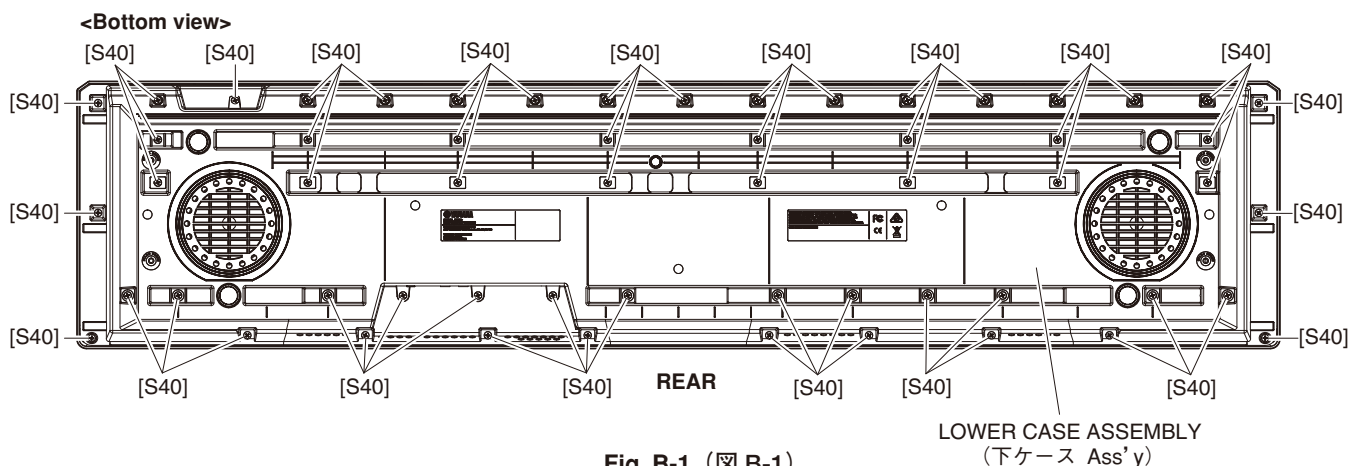
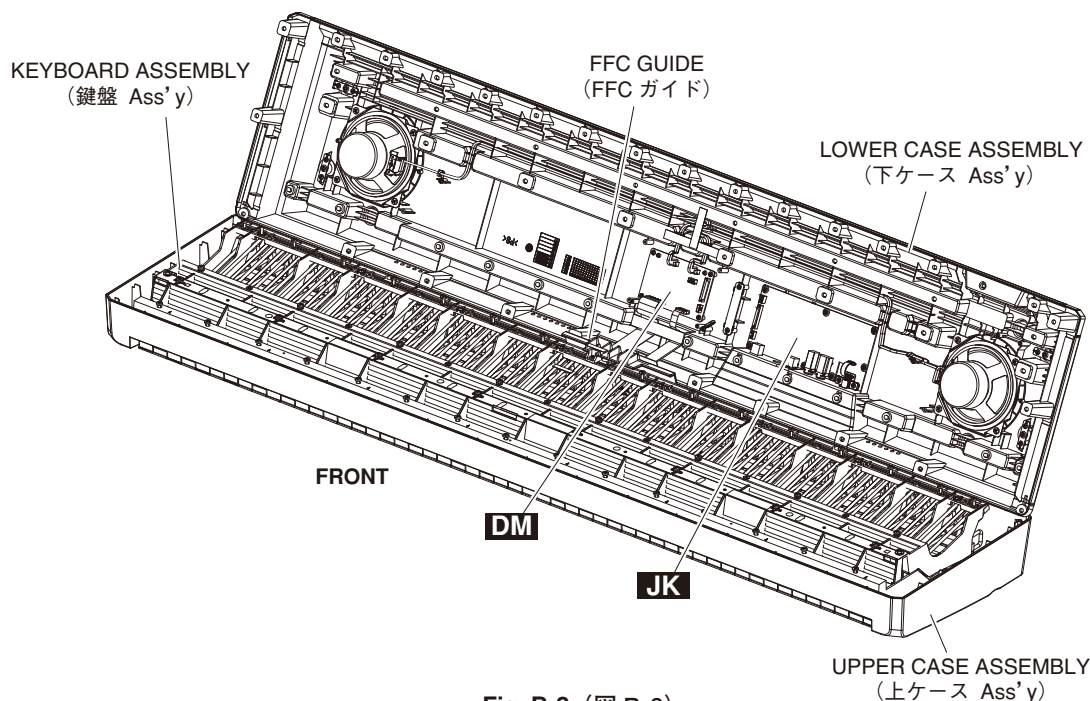

Fig. B-1 (図 B-1)
Fig. B-2 (図 B-2)
- B-1-1. Remove the fifty-eight (58) screws marked [S40]. The lower case assembly can then be removed. (Fig. B-1) (Fig. B-2)
- B-1-1. [S40] のネジ 58 本を外し、下ケース Ass'y を外します。(図 B-1) (図 B-2)